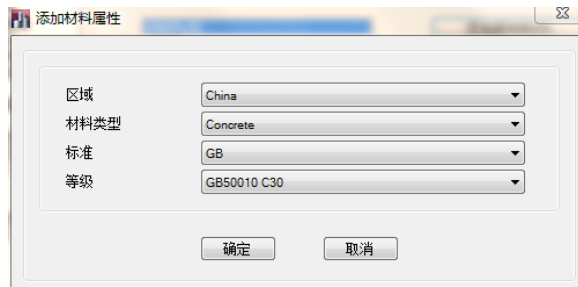

图 3-10 添加材料属性对话框
- 点击添加新材料按钮，弹出如图 3-10 所示的添加材料属性对话框。